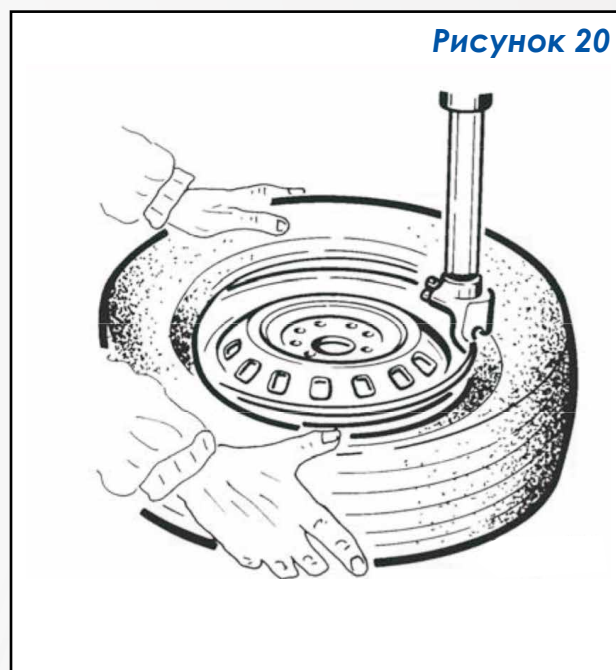

Рисунок 20
- Нажимая на педаль (12), поверните поворотный стол по часовой стрелке. При вращении колеса сбегаящий край шины удерживайте в ручье обода (рисунок 20).